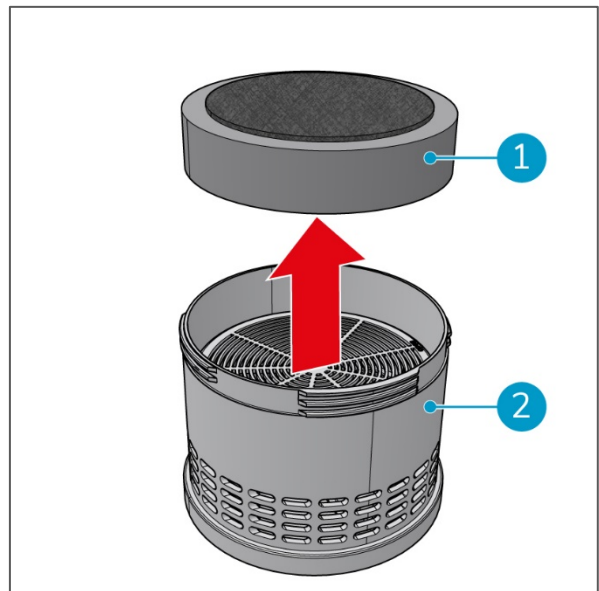
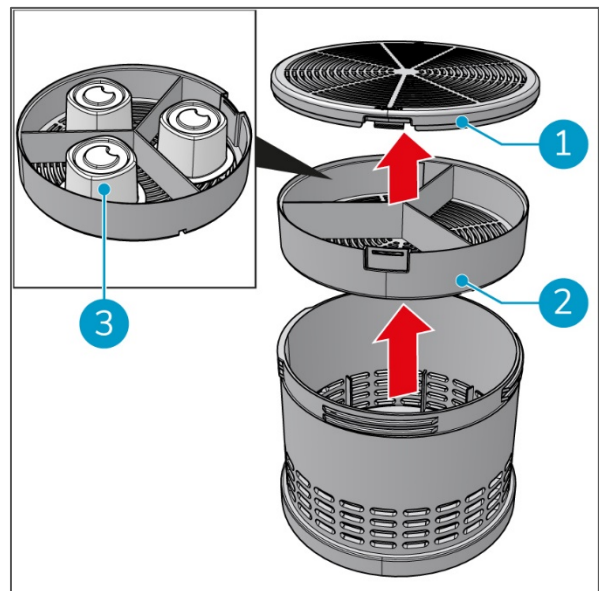

Figura 25
Figura 27
4. Retira el filtro del motor viejo (Figura 25, pos. 1) del alojamiento del filtro.
5. Coloca el nuevo filtro de motor (Figura 25, pos. 1) en el alojamiento del filtro (Figura 25, pos. 2).
4. Retira el filtro del motor (Figura 25, pos. 1) del alojamiento del filtro.
5. Retira el cartucho de fragancia (Figura 27, pos. 2) del alojamiento del filtro.
6. Retira la tapa del cartucho de fragancia (Figura 27, pos. 1).
7. Coloca 1, 2 o 3 cápsulas de fragancia (Figura 27, pos. 3) en el cartucho de fragancia.
8. Vuelve a colocar la tapa (Figura 27, pos. 1) en el cartucho de fragancia (Figura 27, pos. 2).
9. Vuelve a colocar el cartucho de fragancia (Figura 27, pos. 2) en el alojamiento del filtro (Figura 25, pos. 2).
10. Vuelve a colocar el nuevo filtro de motor (Figura 25, pos. 1) en el alojamiento del filtro (Figura 25, pos. 2).